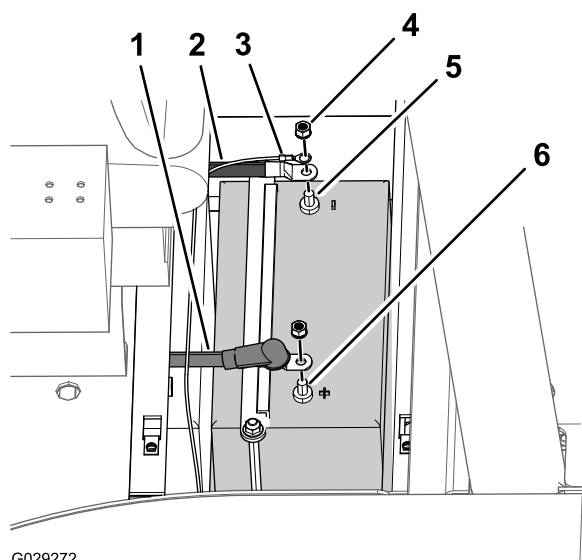

Figure 121
6. Retirez l'écrou à rondelle-frein (3/8 po) qui fixe le câble négatif et la cosse à anneau à la borne négative de la batterie, et débranchez les câbles de la batterie (Figure 121).
7. Éloignez le capuchon isolant et retirez l'écrou à rondelle-frein (3/8 po) qui fixe le câble positif à la borne positive de la batterie, et débranchez le câble de la batterie (Figure 121).
1. Fixez le câble positif à la borne positive de la batterie (Figure 121) au moyen de l'écrou à rondelle-frein (3/8 po) que vous avez retiré à l'opération 7 de Préparation au débranchement des composants \(page 82\).
3. Fixez le câble négatif à la borne négative de la batterie (Figure 121) au moyen de l'écrou à rondelle-frein (3/8 po) que vous avez retiré à l'opération 6 de Préparation au débranchement des composants \(page 82\).